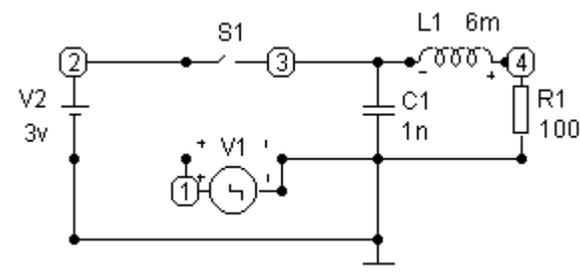

Рис. 37
2. Для исследования свободных процессов в цепи второго порядка - колебательном контуре - воспользуйтесь моделью, схема которой показана на рис. 37.